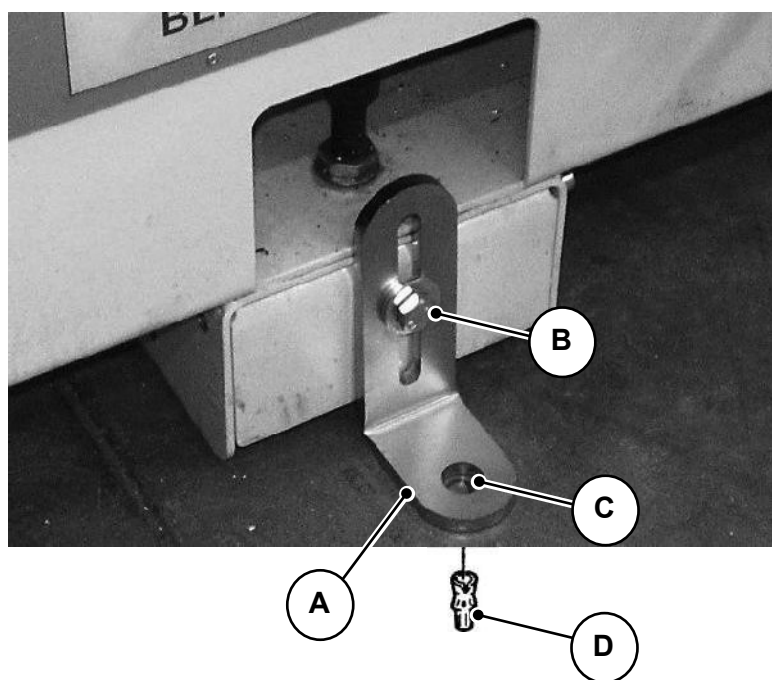

Fig. 05-19
A máquina é fornecida com 4 suportes (são os mesmos suportes usados para travar as cabeças). Os suportes "A" (Fig. 05-19) devem ser fixados nos lados dianteiro (2) e traseiro (2) da máquina (ver Ref. "B") (em correspondência com a 2ª travessa esquerda e a última barra à direita) e ao solo como indicado na figura.